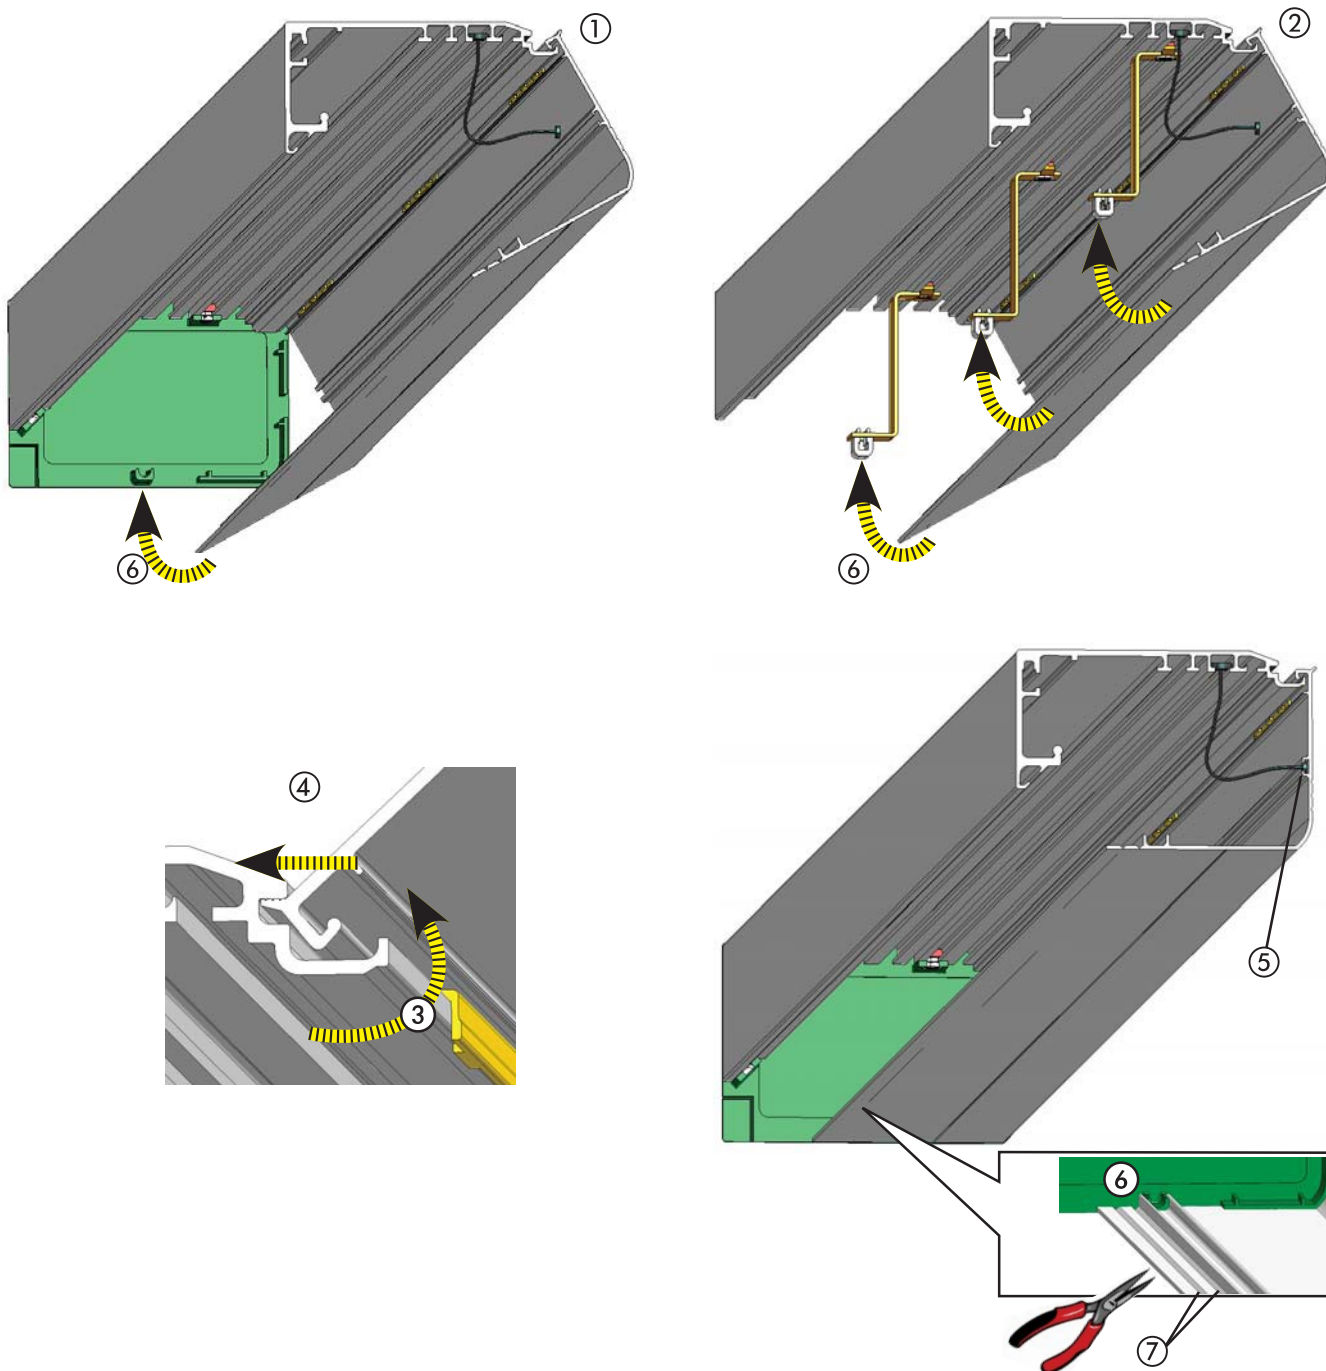

fig. 26
- Poser le carter de fermeture sur les entretoises montées précédemment, d'après la fig. 26 réf. ① ou ②.
- Pour que le carter reste ouvert, le soulever (fig. 26 réf. ③) et le pousser (fig. 26 réf. ④) vers le profil jusqu'à ce que la partie saillante métallique s'encastre dans le siège du profil.
- Fixer les fils parachute au carter dans leurs logements (fig. 26 réf. ⑤).
- Le blocage du carter de fermeture se produit au niveau des deux côtés ou des pattes de fixation (fig. 26 réf. ⑥).
- Le carter de fermeture dispose de rainures pour son adaptation aux différentes épaisseurs de vantail; éliminer la partie excédentaire du profil en le cassant aux endroits indiqués dans la fig.26 réf. ⑦.